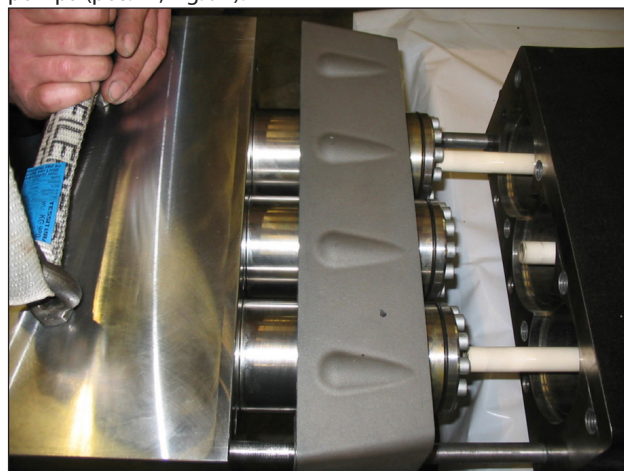

Fig. 97
Separare la testata e il distanziale per camicie dal carter pompa (pos. ①, Fig. 97).